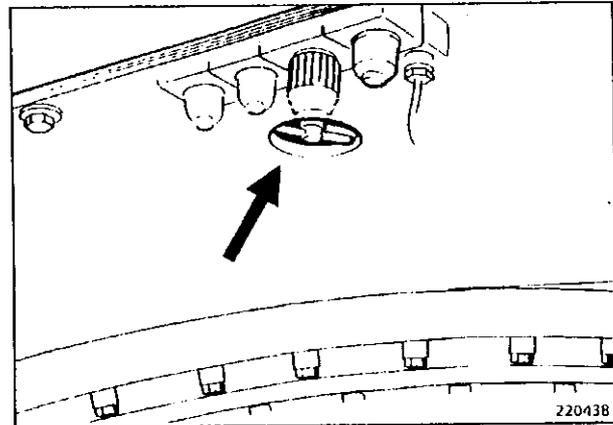

Fig. 7
- Enroscar el husillo roscado (Fig. 7) hasta el tope. Se suelta el freno de sujeción del chasis superior, el chasis superior puede girarse libremente.
La válvula electromagnética está instalada en el bastidor detrás de la cabina del conductor (Fig. 7).